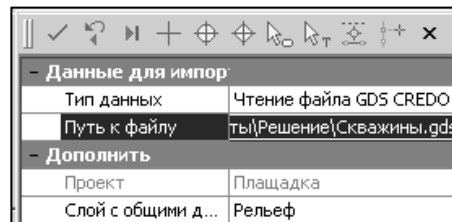

Рис. 3.16
3. В окне **Параметры** установите настройки согласно рис. 3.16. Путь к файлу укажите **Скважины.gds**.